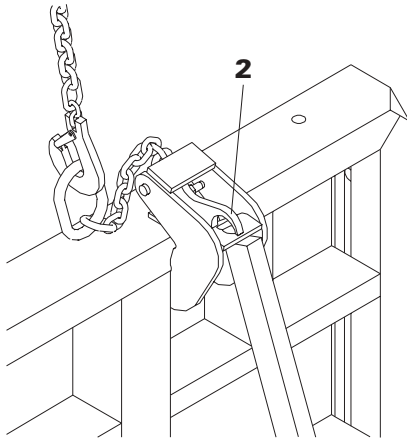

Bild 7
*Efter det att formelementet säkrats på ett tillräckligt sätt kan lyftredskapet avlastas. Anbringa en regel eller ett formstag under klämbacken **2** och tryck tillbaka denna. Samtidigt lyfts redskapskroppen **5** en bit och lyftredskapet dras tillbaka. (bild 7)*